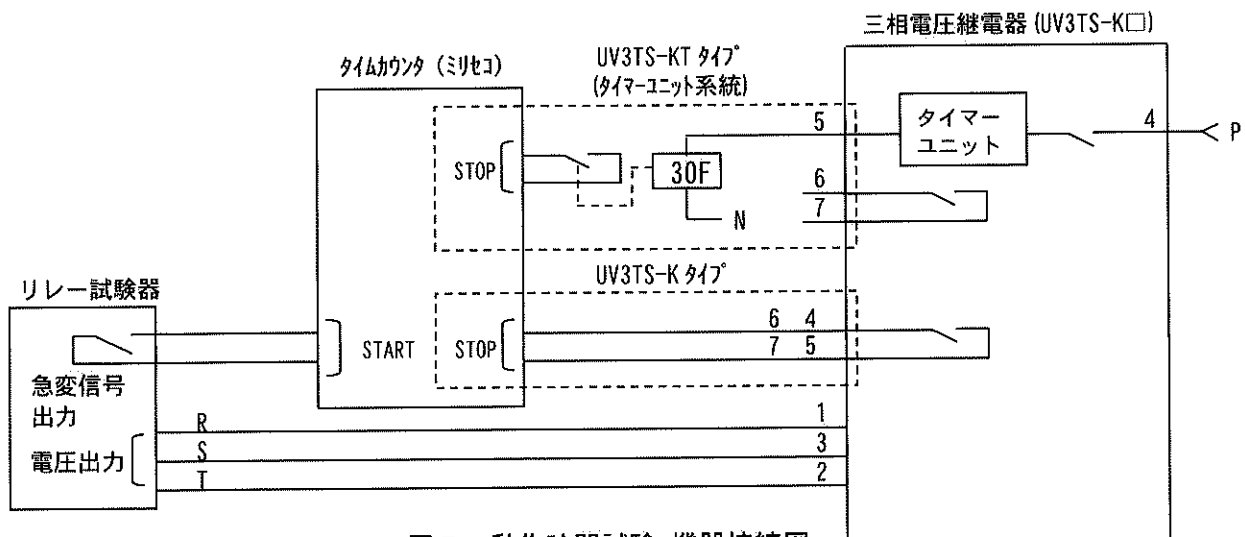

図7 動作時間試験 機器接続図
- (1) 図7のようにタイムカウンタ（ミリセコ）を接続し、定格電圧を印加します。
- (2) 定格から動作値の90%（150V整定の場合135V）へ急変させた際の時間が規定の範囲内であることを確認します。
※1 限時出力整定は、当継電器の出力動作時間として規定しており、下図7の5番端子が整定値の±5%以内になる様に調整されております。